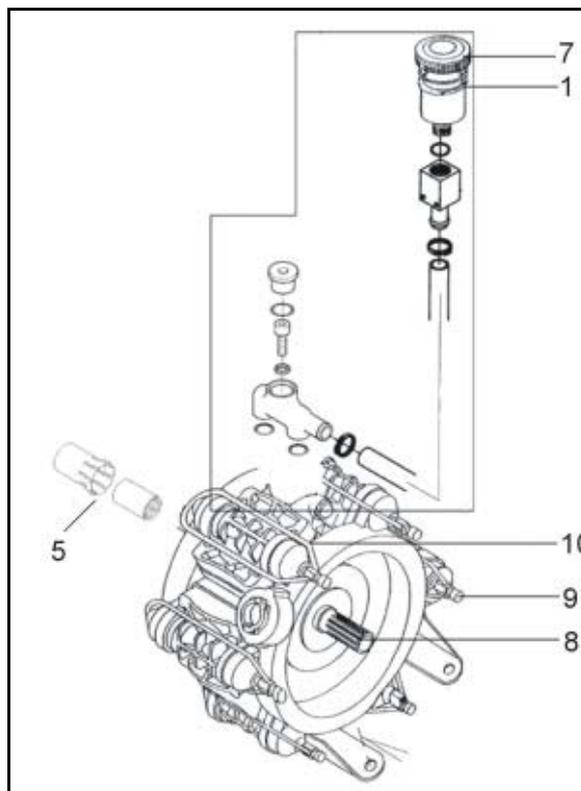

Fig. 79
2. Schrauben (Fig. 79/9) lösen und Spannbügel (Fig. 79/10) entfernen.